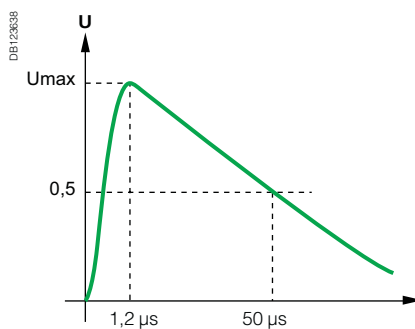
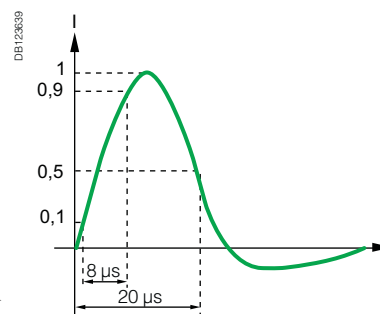

Fig. 2: 8/20 μ s normaliseret strømbølgeform
Fig. 3: 1,2/50 μ s normaliseret spændingsbølgeform
- Lynnedslag: disse spændingsbølger er angivet normativt ved en bølgeform på 1,2/50 μ s (se fig. 2). Den strøm, der induceres af disse spændingsbølger, er angivet ved en normaliseret spændingsbølge på 8/20 μ s (se fig. 3).